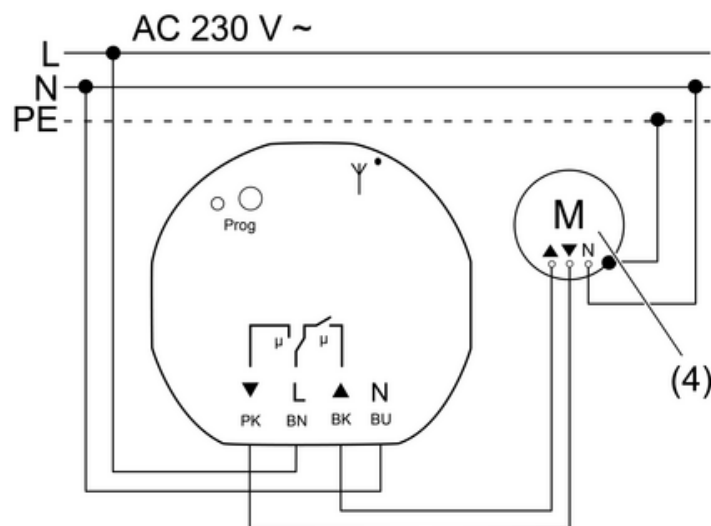

Bild 3: Anschlussplan
- Jalousieaktor gemäß Anschlussplan (Bild 3) mit Verbindungsklemmen (siehe Leuchtenklemmen verwenden) anschließen und mit dem Jalousie- bzw. Rollladenmotor (4) verbinden.